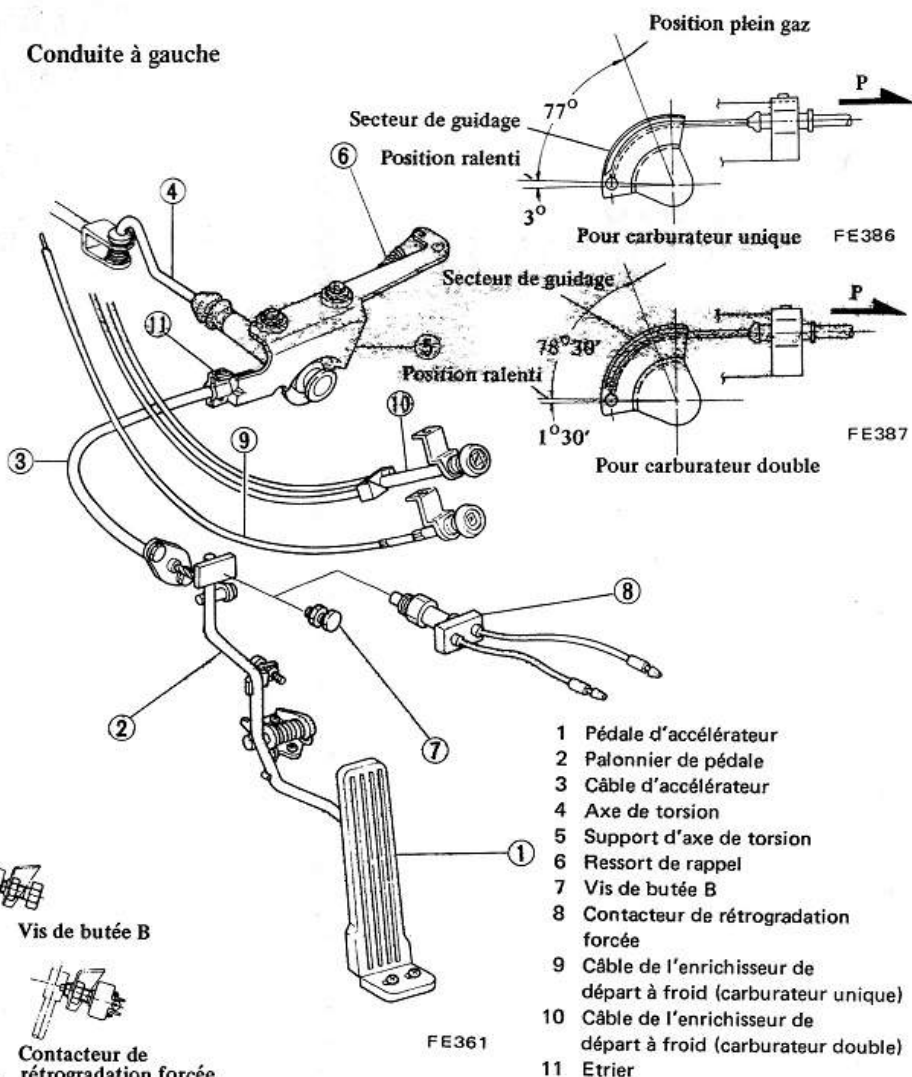

Fig. FE-1 Commande du carburateur (conduite à gauche)
1. Equipement sur modèles à conduite à gauche (voir figures FE-1 et FE-2):